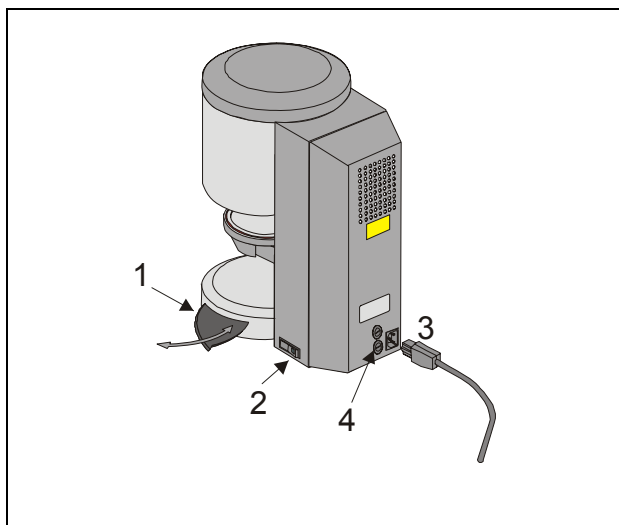

Fig. 1
- Conectar la bomba de de vacío (Fig. 1)
- Conectar el aparato a la tensión de la red con el cable de conexión a la red suministrado (Fig. 1). Usar como cable de conexión un cable de alimentación para aparatos calientes tipo HO5RR-F 3G1,0 mm². Evitar la conexión con prolongación a las cajas de distribución. Existe peligro de incendio en caso de sobrecarga.
Al no usarse el aparato, el ascensor debiera de desplazarse a la cámara de cocción y el aparato debiera estar desconectado con el interruptor principal (vea la Fig. 1, punto 2). Cerrar la cámara de cocción protege el aislamiento e impide la toma de humedad.